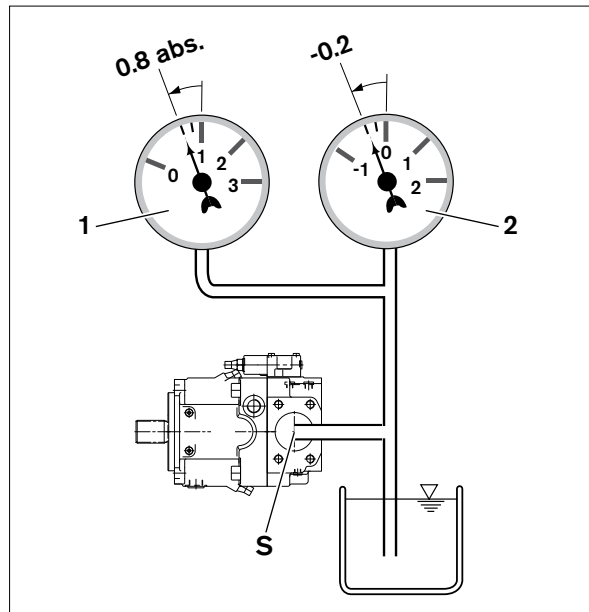

Abb. 7: Saugdruck
- ▶ Stellen Sie sicher, dass für die Axialkolbenpumpe in allen Einbaupositionen und Einbaulagen im Betrieb ein minimaler Saugdruck von 0.8 bar absolut (ohne Ladepumpe) bzw. 0.6 bar (mit Ladepumpe) am Anschluss **S** vorliegt, siehe Abb. 7. Weitere Werte siehe Datenblatt.